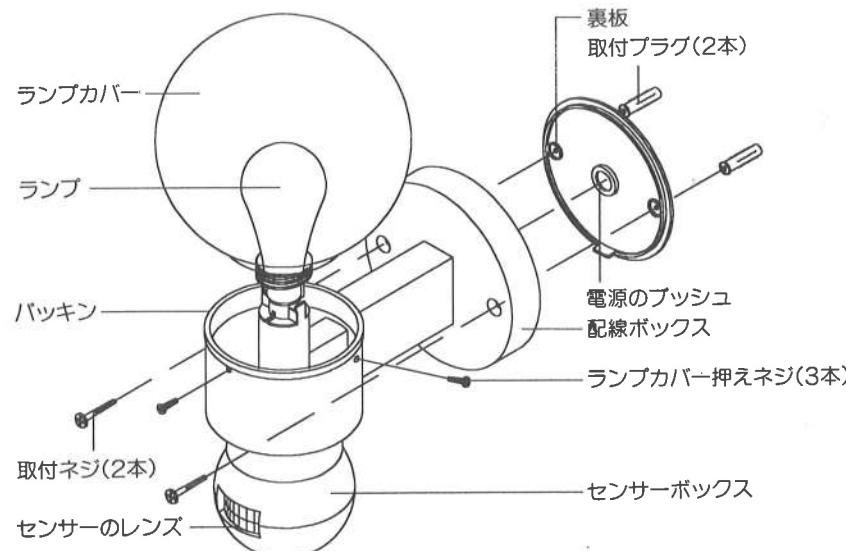

図6
- 裏板の中央部の電源用ブッシュに穴を開け電線を通して下さい。(図6、7参照)